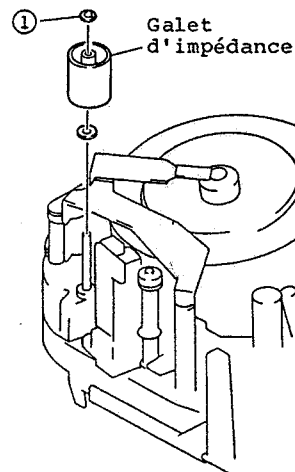

Fig. 2-67
1. Retirer une (1) rondelle et dégager le galet d'impédance. (Se reporter à la figure 2-67)